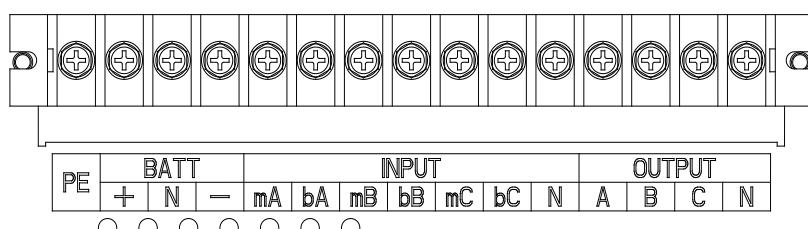

Рис.2-11 Клеммная колодка на ИБП 10/15кВА
- Снимите защитную крышку силовых клемм. Расположение клемм ввода, вывода, батарей и защитного проводника показано на Рис.2-11 ~ 2-13.